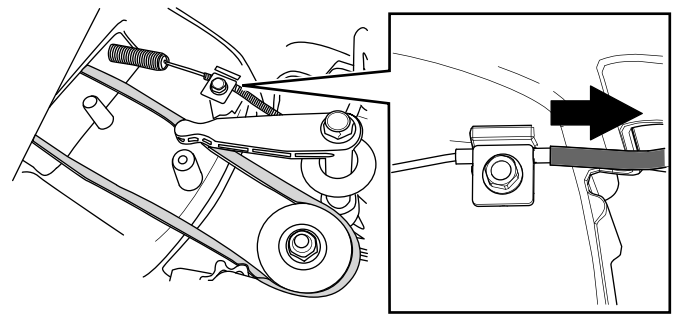

Figura 34
6. Trageți mantaua cablului pentru a elimina jocul (Figura 34).